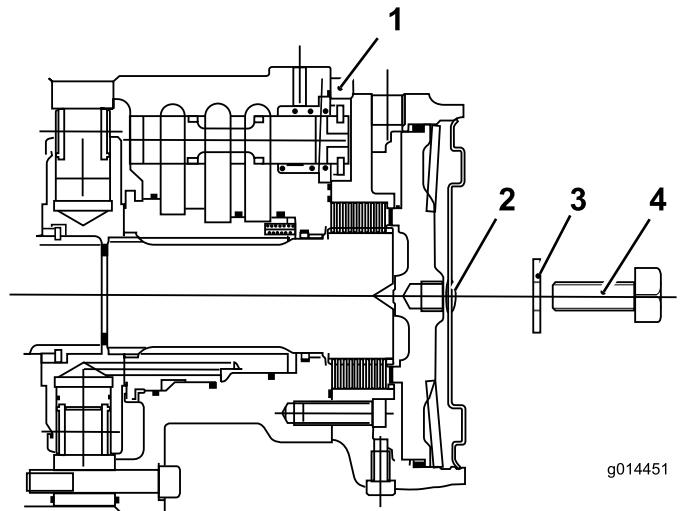

Figura 45
7. Coloque un perno (12 x 40 mm) y una arandela (12 mm) en el taladro del centro de la placa del extremo del motor (Figura 45).
8. Apriete el perno en el taladro roscado del pistón del freno hasta que el freno quede liberado (Figura 45).